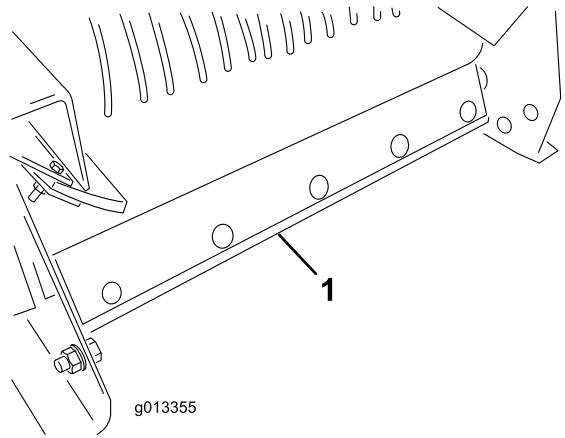

Figure 56
5. Déposez le racleur de nettoyage de la bande à l'arrière de la machine (Figure 56).